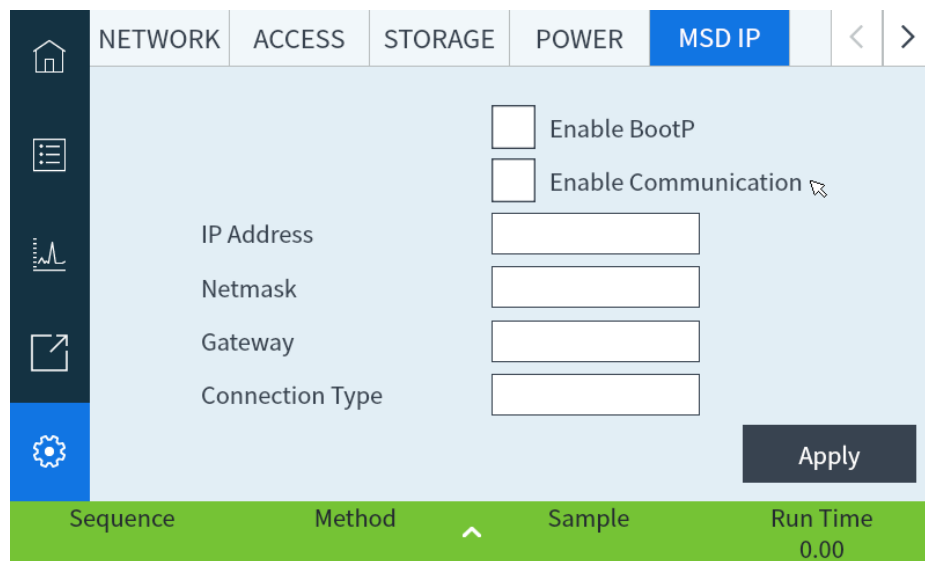

Figura 20. Página de ajustes del detector MSD
1. Desde la pantalla táctil, seleccione la página de ajustes y posteriormente la pestaña de configuración del MSD. Consulte Figura 20.